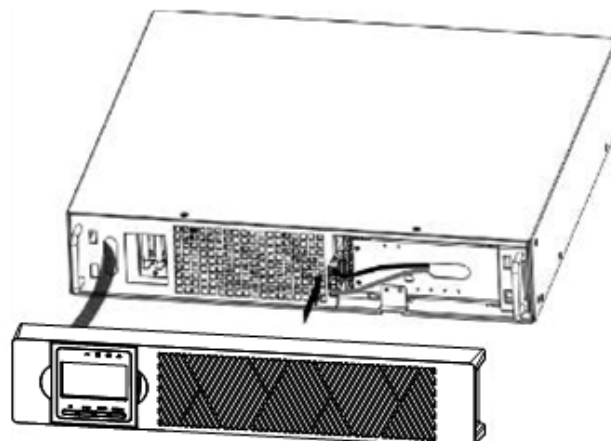

Abbildung 5: Anschluss der USV-internen Batterien
- b) Schließen Sie den Anschluss der internen Batterie an (siehe Abbildung 5). Verbinden Sie die roten Kabel miteinander. Drücken Sie den Steckverbinder fest zusammen, um einen sauberen Anschluss zu gewährleisten.